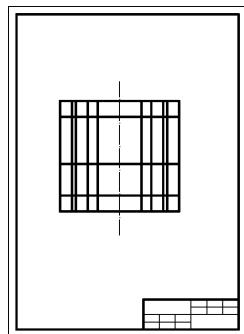

图 11-23 修剪外部构造线示例
3) 修剪外部构造线。选择“修改”面板→“修剪”命令，以最外面的4条构造线为边，修剪多余线条，结果如图11-23所示。